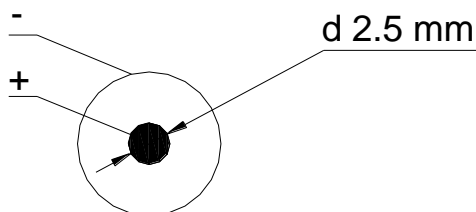

Рис. 1
2.1 Питание адаптера осуществляется от 4-х аккумуляторных батарей типа АА. В режиме просмотра считанных данных потребляемый адаптером ток не превышает 100 мА. Имеется возможность подключения внешнего источника питания напряжением 9-12 В. Полярность подключения и размер внутреннего штырька разъёма подключения внешнего источника питания приведены на рис. 1.